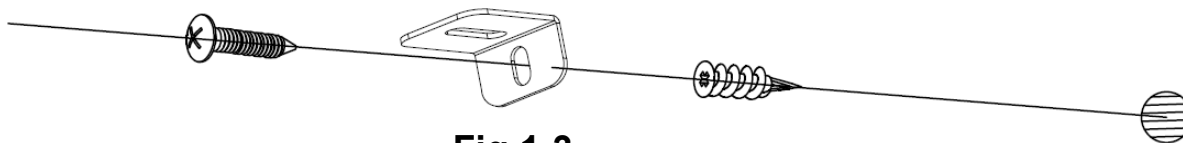

Fig 1-3
C. Montare il fissaggio di plastica (**C**) nella parete asciutta, poi montare la vite più lunga (**B**) (compresa nel set) tramite un foro nel supporto a “L” nel fissaggio per montare il focolare alla parete. (**Fig 1-3**)